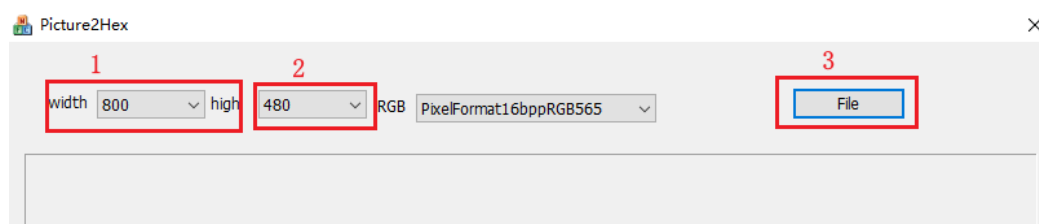

图 1.5 Picture2Hex 软件配置界面
1. 找到我们提供的 Picture2Hex 文件下的 Picture2Hex.exe 软件，软件打开之后，配置界面如下图 1.5 所示，将图像数据的 width 和 high 设置为 800\*480。